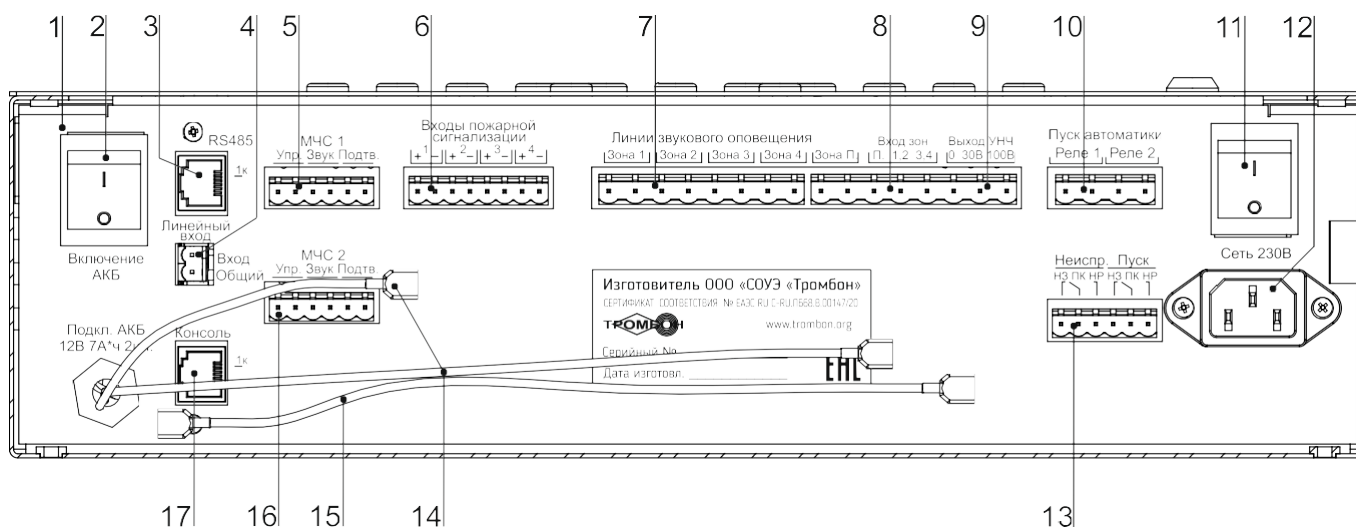

Рис. 2. Прибор управления «Тромбон ПУ-4К», вид со стороны панели коммутации.
Прибор «Тромбон ПУ-4К» имеет 4 входа пожарной сигнализации (рис. 2, поз. 6) для подключения к выходам ППКП (Прибора Приемного Контрольного Пожарного). Выходы ППКП могут быть релейным или типа «открытый коллектор».
5.1.2. Цифровое подключение к сопряженной комплексной системе безопасности через последовательный порт «RS485» (рис. 2 поз. 3). Подключение выполняется кабелем «Витая пара». Назначение контактов последовательного порта «RS485» приведено в Приложении 3.
Прибор имеет два специальных входа «МЧС 1» и «МЧС 2» (рис. 2, поз. 5, 16). Входы предназначены для стыковки с блоком централизованного запуска системы оповещения МЧС (БЦЗ системы П-166 Ц или аналогичными). Входы выполнены в виде 6-х контактного разъема. Контакты «Упр.» данного разъема – это логический вход управления прибором (реагирующий на замыкание контактов), контакты «Звук» - вход звукового сигнала с уровнем 0 дБ (0,775 В) от БЦЗ МЧС. Контакты «Подтв.» - подтверждение исполнения команды на оповещение МЧС. Входы МЧС прибора имеют различный приоритет. Вход «МЧС 1» имеет более высокий приоритет по сравнению со входом «МЧС 2».
Для подключения удаленных консолей предназначен специальный порт «Консоль» (рис. 2, поз. 17). Порт выполнен в виде 8 - контактного разъема типа RJ45. К нему можно подключать до 8-и адресных удаленные консоли типа «Тромбон УК».
- Разъем «Линейный вход» (рис. 2, поз. 4) предназначен для подключения к прибору источника звукового вещания и музыкальных программ. Вход моно, используется только в режиме звукового вещания. Максимальное входное напряжение сигнала на данном входе – 250 мВ.
- Для подключения линий звукового оповещения к выходу усилителя мощности предназначены два 8-и контактных разъема, на которые выведены группы контактов: «Линии звукового оповещения», «Вход зон», «Выход УНЧ» (Рис. 2. поз. 7, 8, 9);
- Для выбора напряжения в линию зоны оповещения персонала необходимо установить переключку между контактом «Выход УНЧ» 30В или 100В» (Рис. 2. поз. 9) и контактом «Зона П» группы «Вход зон» (Рис. 2. поз. 8.);
- Для выбора напряжения в линии зон 1 и 2 необходимо установить переключку между контактом «Выход УНЧ» 30В или 100В» (Рис. 2. поз. 9) и контактом «1, 2» группы «Вход зон» (Рис. 2. поз. 8.);
- Для выбора напряжения в линии зон 3 и 2 необходимо установить переключку между контактом «Выход УНЧ» 30В или 100В» (Рис. 2. поз. 9) и контактом «3, 4» группы «Вход зон» (Рис. 2. поз. 8.);
5.6. Разъем «Пуск автоматики» (Рис. 2 поз. 10) предназначен для управления такими средствами пожарной автоматики, как световые знаки безопасности, эвакуационное освещение и замки эвакуационных выходов. Для управления этими средствами на разъем выведены нормально разомкнутые контакты двух реле. Контакты реле замыкаются при переходе прибора в режим «Тревога».
5.7. Разъем «Неиспр. Пуск» - вывод обобщенных сигналов «Неисправность» и «Пуск» (рис. 2, поз. 13). На данный разъем выведены контакты двух реле. Контакты реле «Неиспр.» замкнуты у выключенного прибора или при обнаружении в системе оповещения неисправностей. Контакты реле «Пуск» замыкаются в режимах «Тревога», «Экстренный запуск» или «Трансляция МЧС».
5.8. Разъем «Сеть 230В» (рис. 2, поз 12) предназначен для подключения прибора к сети питания переменного тока 230 В 50 Гц.
5.9. Подключение батарей резервного питания 24 В. Для резервного питания необходимо две батареи на 12 В с емкостью 7 или 9 А*ч. Подключение батарей выполняется последовательно при помощи кабелей с клеммами и переключки (Рис. 2. поз. 14 и 15). ВНИМАНИЕ! Подключение одной батареи 12 В к клеммам Рис. 2. поз. 14 или параллельное подключение батарей категорически запрещено!